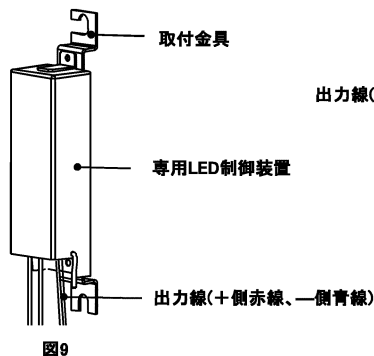

図9
- ⑤ 専用LED制御装置をポール開口部内に収納し、取付金具で取付けてください。(図9)